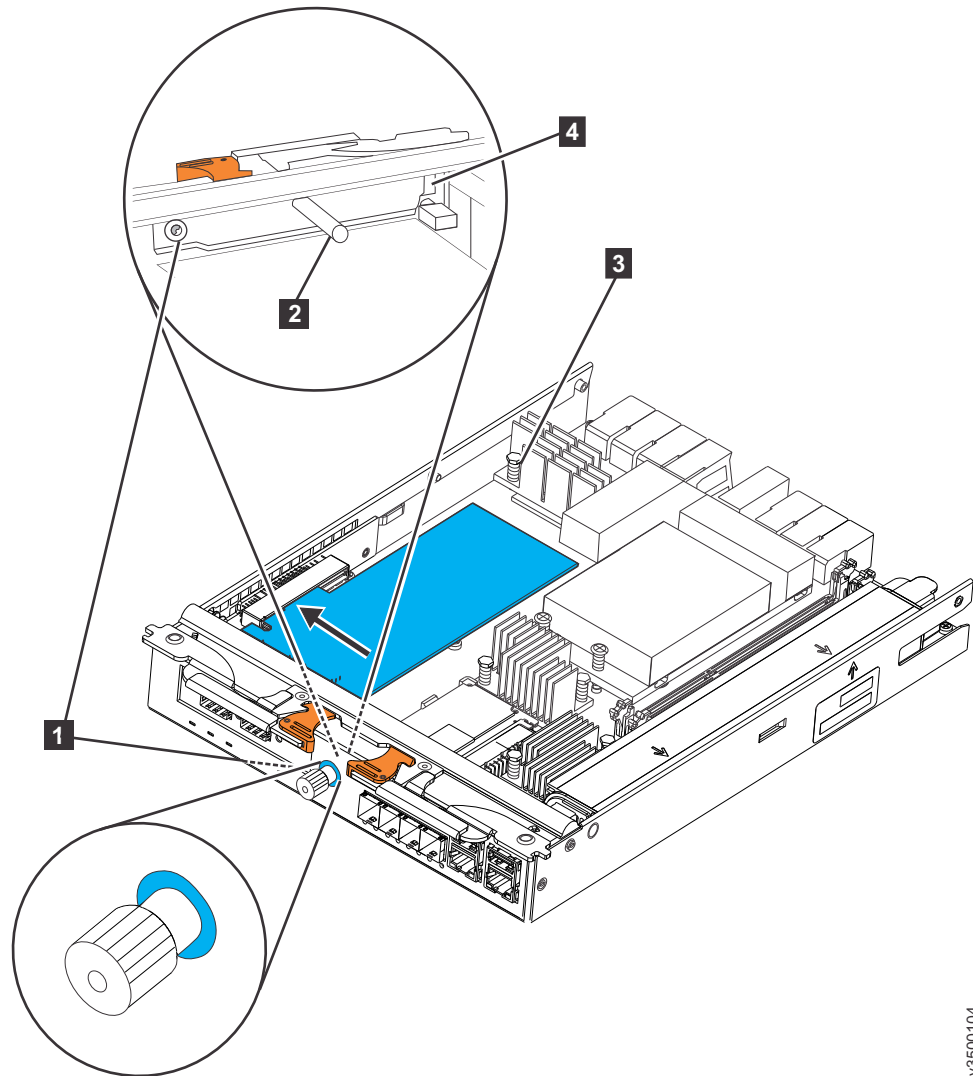

图 15. 安装 8 Gbps 光纤通道 4 端口主机接口卡
2. 拧松固定指旋螺钉 **1**，如图 15 所示。
5. 将主机接口卡 **3** 插入容器，如图 15 所示